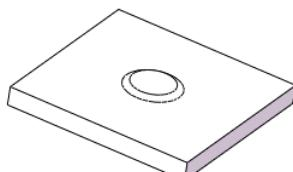
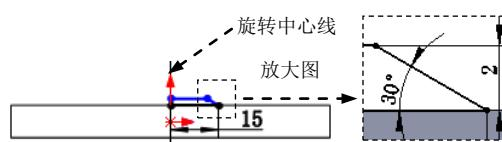

图 17.9.5 旋转 1
图 17.9.6 横断面草图
Step3. 创建图 17.9.5 所示的零件基础特征——旋转 1。选择下拉菜单 **插入(I) → 凸台/基体(B) → 旋转(R)…** 命令；选取上视基准面作为草图平面，绘制图 17.9.6 所示的横断面草图。采用图 17.9.6 所示的中心线作为旋转轴线，在 **方向1** 区域的下拉列表中选择 **给定深度** 选项，采用系统默认的旋转方向；在 **A1** 文本框中输入数值 360，并选中 **合并结果(M)** 复选框。单击 **√** 按钮，完成旋转 1 的创建。